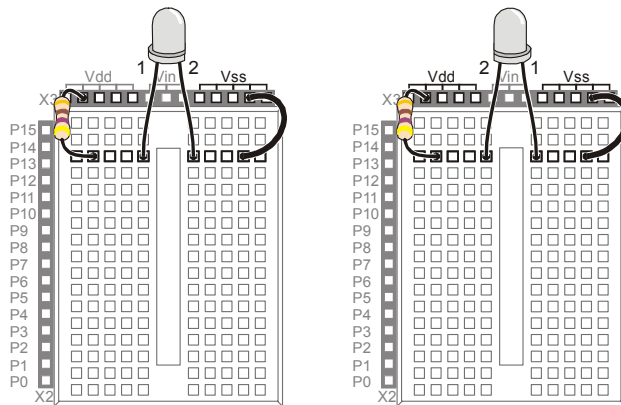

Figura 2-19
La Figura 2-19 illustra la prova manuale per il LED bicolore.
- ✓ Costruire il circuito mostrato a sinistra della Figura 2-19.
- ✓ Modificate il circuito che corrisponde al disegno a destra della Figura 2-19.